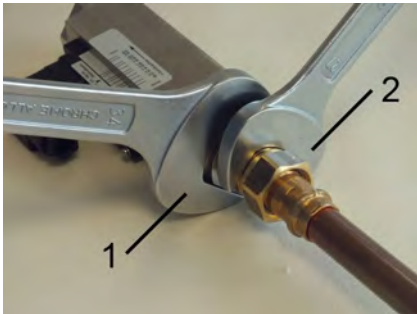

Abb. 12: Gerät einschrauben
- Mit passendem Maulschlüssel (Abb. 12/2) die Übergangverschraubung der Rohrleitung eindrehen. Dabei die Geräteverschraubung mit einem passenden Maulschlüssel (Abb. 12/1) gegenhalten